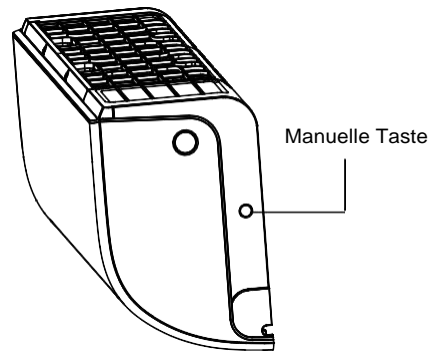

Abb. 8.1
1. Sie finden die TASTE MANUAL auf der rechten Seite vom Rand der Einheit. Siehe die Abb. 8.1